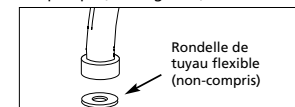

Figure 3
- Pour réduire des fuites entre la pompe et le tuyau, placer une rondelle de tuyau flexible (pas compris) sur le raccord de tuyau avant de brancher le tuyau à la pompe (Voir Figure 3).